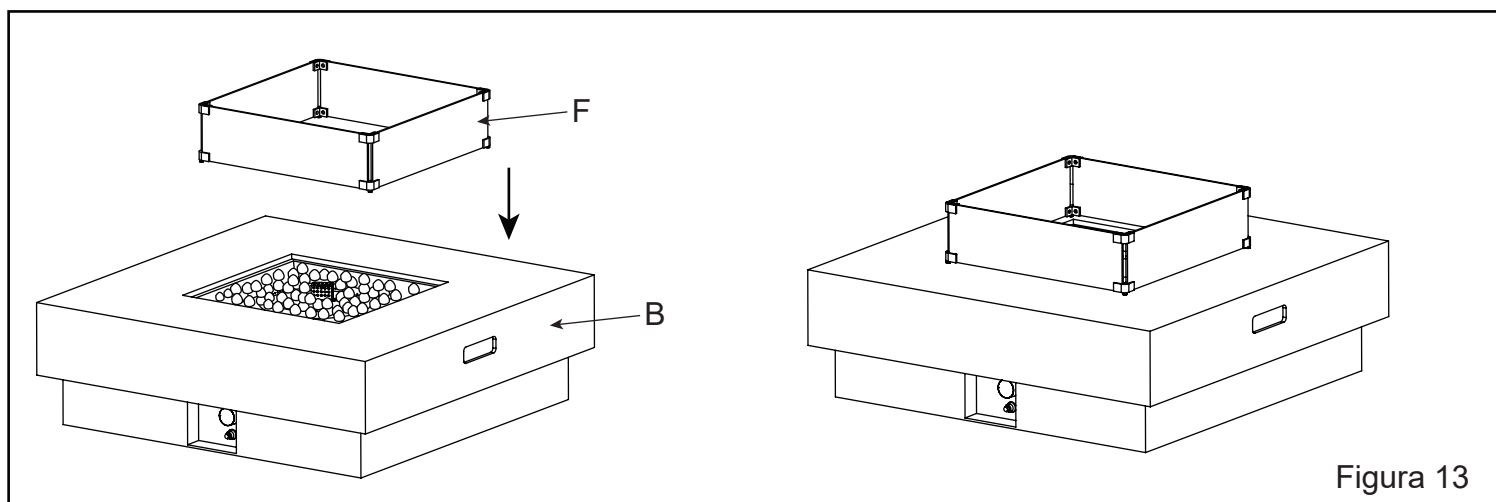

Figura 13
12. Coloque el parabrisas de vidrio ensamblado (F) sobre el cuerpo de la fogata (B) con cuidado y cuidado (ver Figura 13).